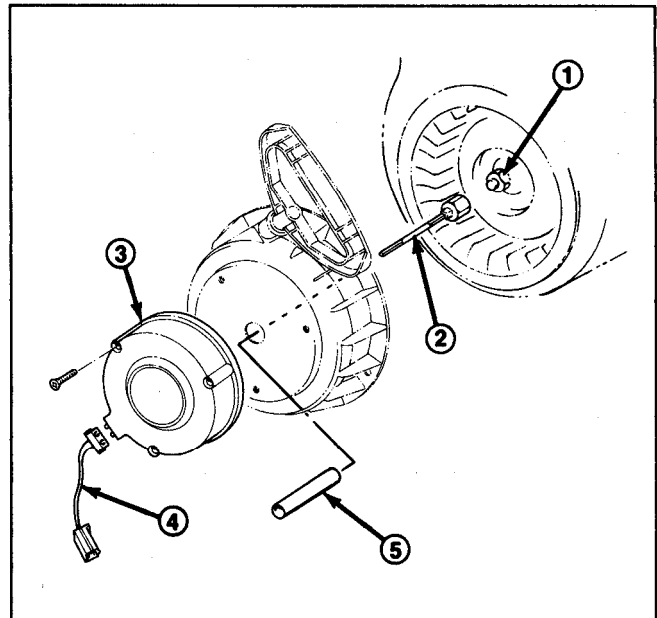

Abbildung 4
4. Bohranschnitte (3) in der Vorderseite des Gehäuses finden (Abb. 4).
5. Vorsichtig vorgehen, um die Rücklaufriemenscheibe unter dem Gehäuse nicht anzuschlagen und (3) Löcher mit einem Durchmesser von 3,17 mm (1/8") durch das Gehäuse bohren. Bohrmehl nach dem Bohren entfernen.